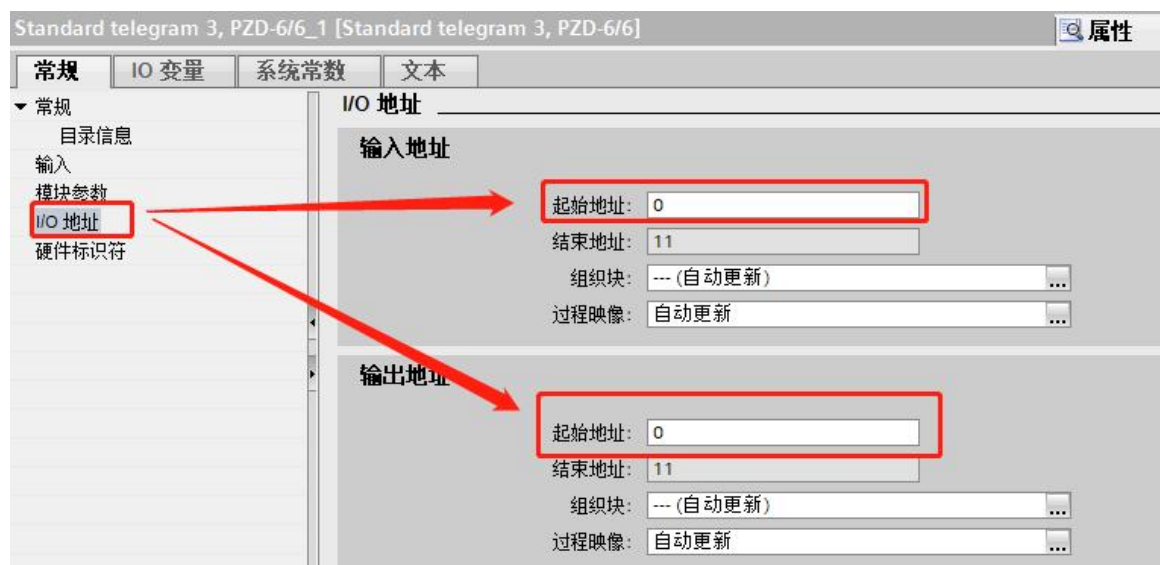

图 26 设置 PZD 数据存储地址
(4)如图 26 所示：选中左侧的“I/O 地址”，用于设定 PZD 映射地址要读写的数据在 PLC 中的存储位置